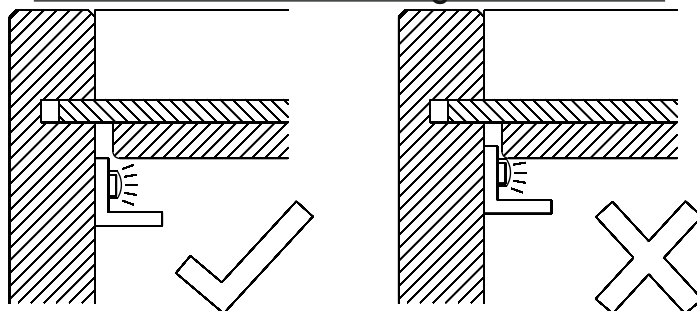

**Abb. 2**
3. Entfernen Sie die Schutzfolie des Klebestreifens von der Leuchte und drücken den Winkel an die Seite. Um einen gleichmäßigen Abstand zur Rückwand zu gewährleisten, verwenden Sie die mitgelieferte Montageleiste als Distanz. (Abb. 2 & 3)